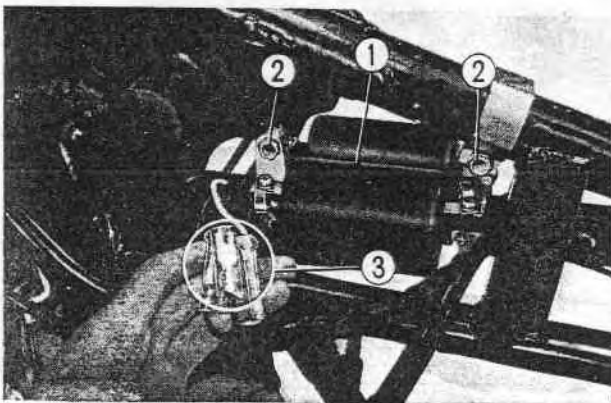

Fig. 7-7 ① Bobine d'allumage
3. Dévisser les deux boulons de fixation de la bobine d'allumage; celle-ci peut être alors être déposée du cadre. (Fig. 7-7)